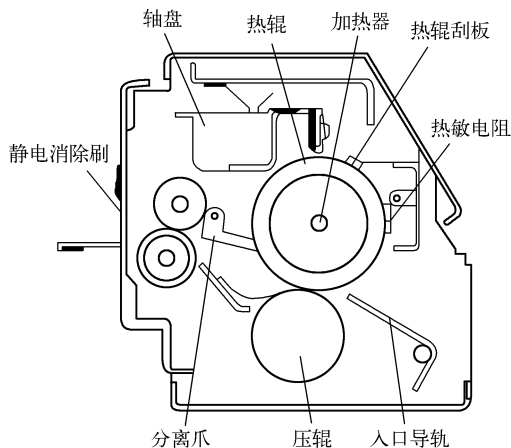

图 4-19 热辊定影装置
① 加热定影。常用的有热辊定影，其过程是用红外灯作热源对定影辊加热，定影辊再将热能传递到依附墨粉图像的复印纸上，墨粉一接触到高温，就立即融化而黏附在纸上。另外，对热辊还有一定压力的要求，以确保定影的质量。所以热辊定影法又叫热辊接触加压定影法，热辊定影装置如图 4-19 所示。